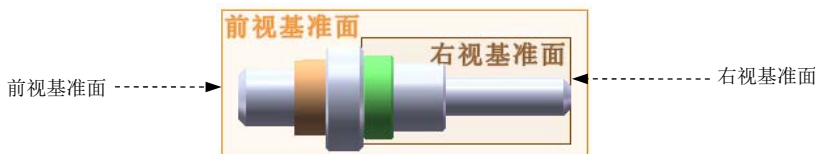

图 4.4.13 选取配合面
Step3. 定义第三个装配配合。在“配合”窗口的“标准配合”区域中单击“重合”按钮；分别选取图 4.4.13 所示“shaft”零件的前视基准面与“bush_2”零件的右视基准面为配合面，系统弹出快捷工具条；在快捷工具条中单击按钮，完成第三个装配配合。